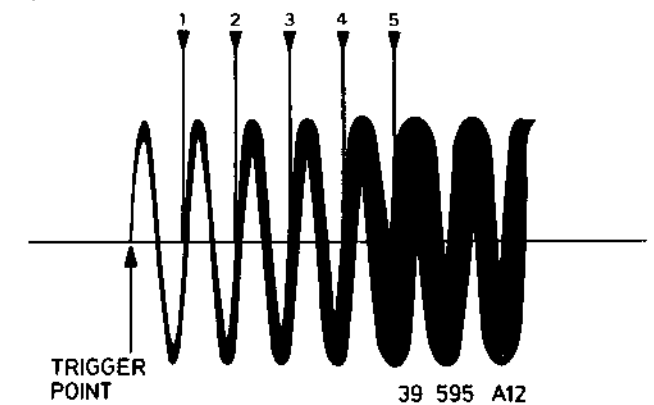

Fig. 1
- Trigger de oscilloscoop op de juiste positie (zie Fig. 1).